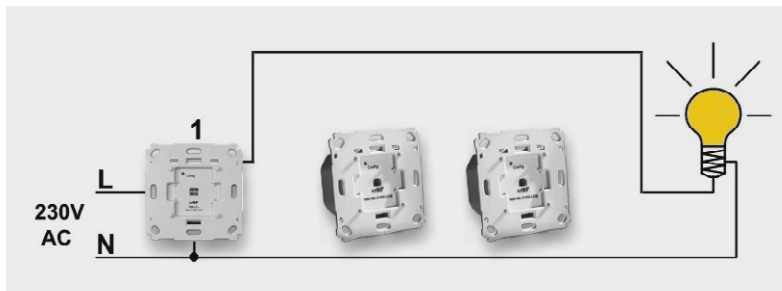

Bild 11: Kreuzschaltung mit Homematic Funk-Schaltaktor für Markenschalter und zwei Homematic Funk-Wandsendern, 2fach, für Markenschalter, Batteriebetrieb
Lösung 2: Der netzversorgte Wechselschalter (1 in Bild 11) wird durch den Funk-Schaltaktor für Markenschalter, Unterputz (2) ersetzt. Phase „L“ und Neutralleiter „N“ müssen permanent vorhanden sein. Zudem wird eine der korrespondierenden Leitungen als Schaltdraht festgelegt und mit dem Schaltausgang des Funk-Schaltaktors verbunden. Die andere korrespondierende Leitung wird isoliert „totgelegt“. Es ist erforderlich, die am Schaltaktor angeschlossene korrespondierende Leitung nun bis zum Lampendraht durchzuverdrahten (Farbgleichheit beachten!). Wechselschalter (3) sowie Kreuzschalter (2) werden aus der bestehenden Elektroinstallation entfernt und durch einen Homematic Funk-Wandsender, 2fach, für Markenschalter, Batteriebetrieb (4) ersetzt.